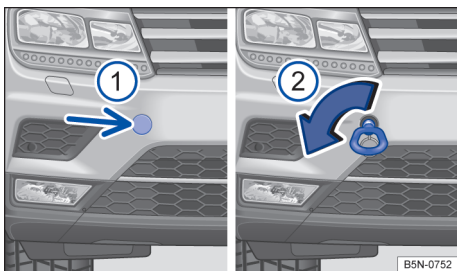

Fig. 217 No para-choque dianteiro à direita: argola de reboque.
O alojamento para a argola de reboque rosqueável está localizado à direita do para-choque dianteiro, atrás de uma cobertura → Fig. 217.
- Pressionar na área lateral da cobertura → Fig. 217 ① (seta) para soltar o encaixe da cobertura.
- Girar a argola de reboque → Fig. 217 ② tão firmemente quanto possível no sentido da seta para dentro do alojamento → ④. Utilizar um objeto apropriado com o qual a argola de reboque possa ser rosqueada totalmente e com firmeza no alojamento.